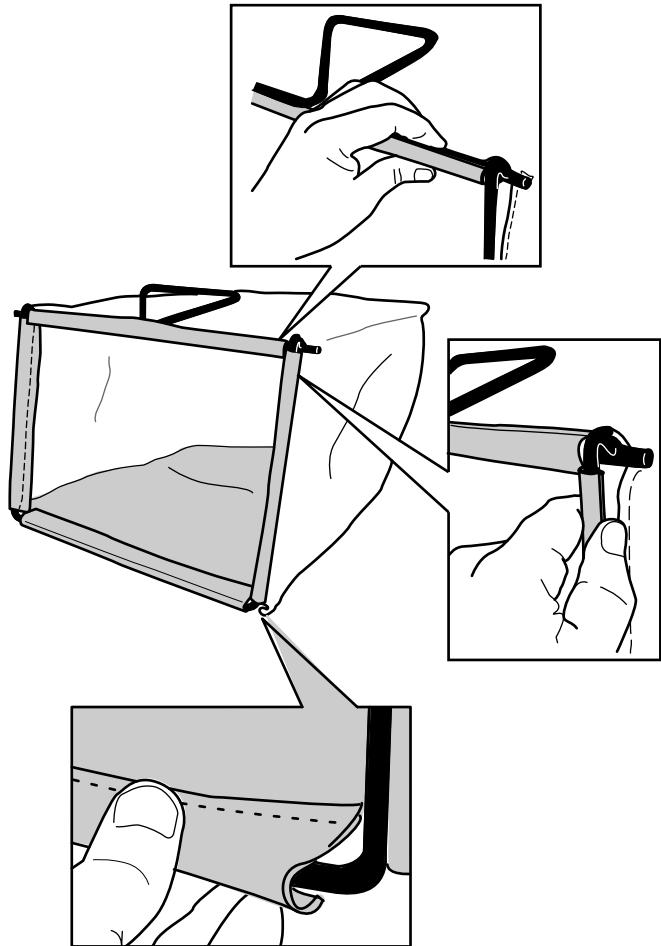

Figura 7
3. Enganche los canales superior y laterales de la bolsa en la parte superior y en los laterales del bastidor, respectivamente (Figura 7).
2. Enganche el canal inferior de la bolsa en la parte inferior del bastidor (Figura 7).